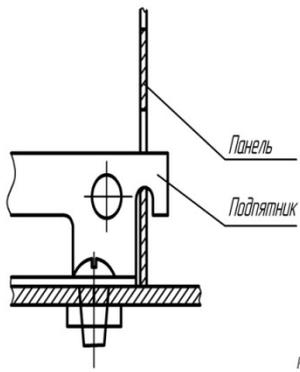

Рисунок 2
5.3 Установите стеллаж на передвижное основание и закрепите его при помощи подпятников, винтов М6х16, гаек М6 и шайб 6 (см. рис.2 и рис.6).